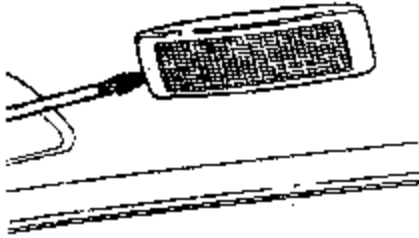

图 11-108 拆卸阅读灯
(1) 后阅读灯的拆卸
- ①把起子插入到灯罩的凹槽中，小心地从安装框中把阅读灯撬出来，如图 11-108 所示。
- ②断开和拔出连接插头。